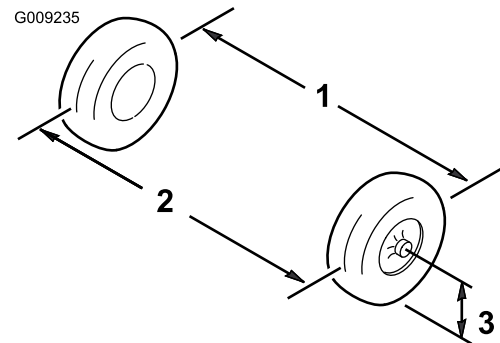

Figure 40
2. Mesurez la distance entre les roues avant à hauteur d'essieu, à l'avant et à l'arrière des roues (Figure 40).